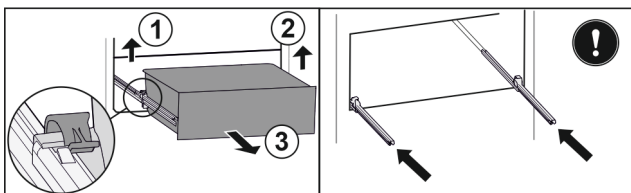

Fig. 118
- ▶ Nadvihnite ľavú svorku a súčasne ťahajte zásuvku vľavo dopredu. Fig. 118 (1)
- ▶ Nadvihnite pravú svorku a súčasne ťahajte zásuvku vpravo dopredu. Fig. 118 (2)
- ▶ Odoberte zásuvku dopredu. Fig. 118 (3)